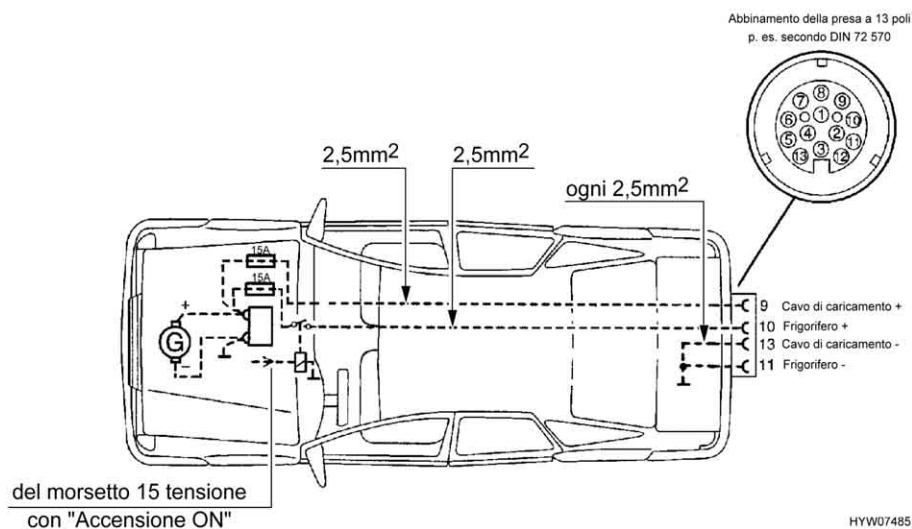

Fig. 92 Installazione per veicolo trainante
- ▷ Attrezzare la motrice con le sezioni di cavo relative e con un relais per l'alimentazione elettrica (comandata tramite accensione) (vedi Fig. 92).